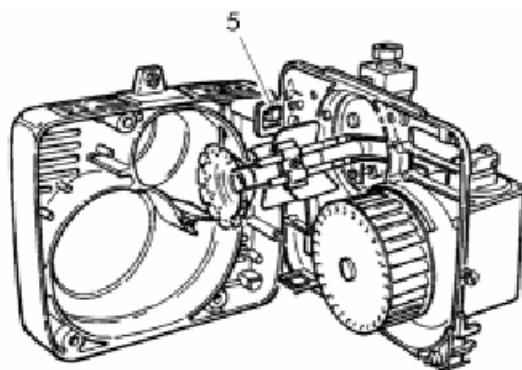

Рис. 3
- Установите пластину держателя узлов в рабочее положение **5** и проведите техническое обслуживание насадки сгорания (рис. 3).